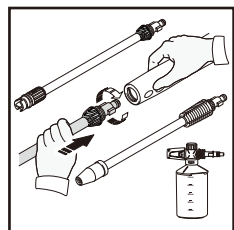

Fig. 6
- Mientras que la pistola está en la posición de bloqueo, inserte el turbo lance, la lanza de pulverización ajustable, o la botella de detergente directamente en el extremo de la pistola de pulverización insertando y apretando y girando hacia la derecha simultáneamente. Para quitar empujar juntos y girar en sentido contrario a las agujas del reloj (Fig. 6). Presione el botón de bloqueo de seguridad para bloquear el desencadenador cuando lanzas cambiantes o depósito de detergente, a fin de garantizar que no expulse accidentalmente con fuerza durante la extracción.